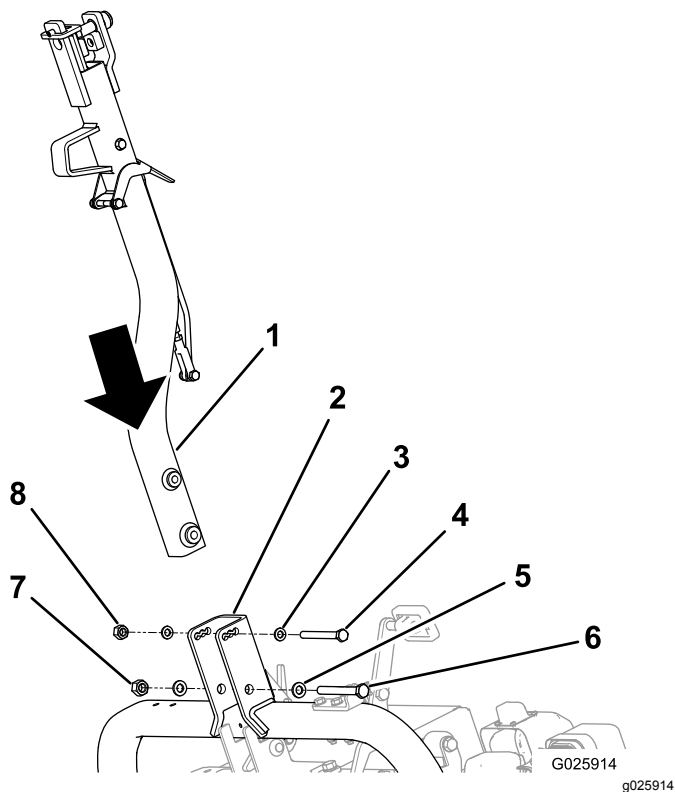

图5
2. 使用适当的紧固件将挂钩固定到挂钩枢轴支架上请参阅 图5。